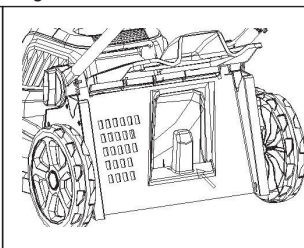

Fig.8B
- Mettez le sabot en plastique en place (Fig. 8B).